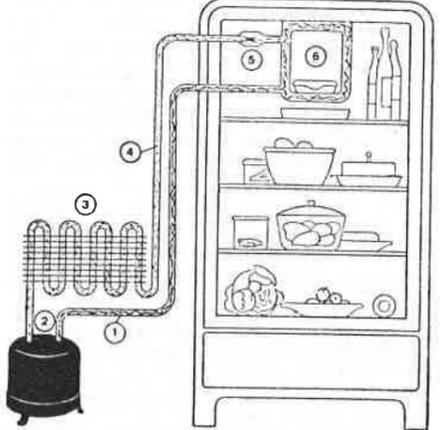

Bild 1. Kompressorprinzip: 1 = Kältemittel (gasförmig), 2 = Kompressor, 3 = Kondensator, 4 = Kältemittel (flüssig), 5 = Einspritzventil, 6 = Verdampfer
Solche Kühlschränke bezeichnet man als Kompressor (Prinzip s. Bild 1).
E. Dittler: Elektrisch Kühlen, 2. Aufl., Broschüre, 30 Seiten. Herausgegeben von Verlags- und Wirtschafts-Ges. der E-Werke Frankfurt am Main, der auch die Bildvorlagen für Bild 1 und 2 entnommen wurden.